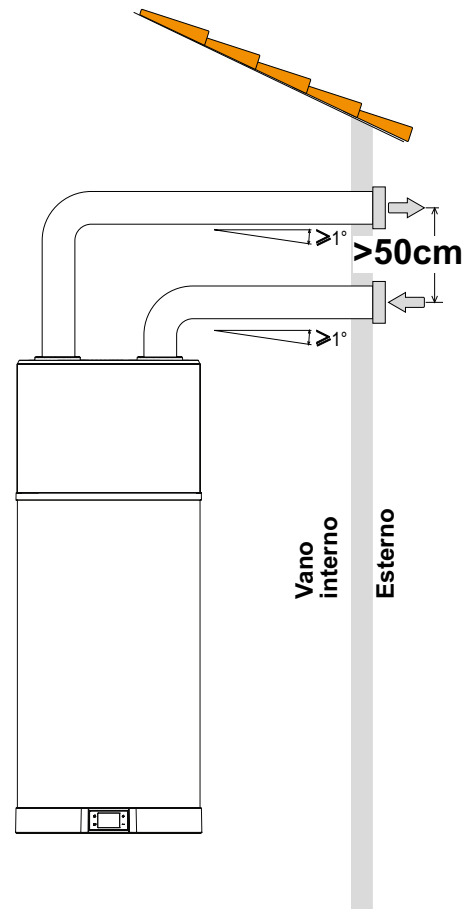

fig. 47 - Exemplo de ligação de descarga de ar
- Crie uma conduta de ar dedicada conforme indicado em fig. 47.